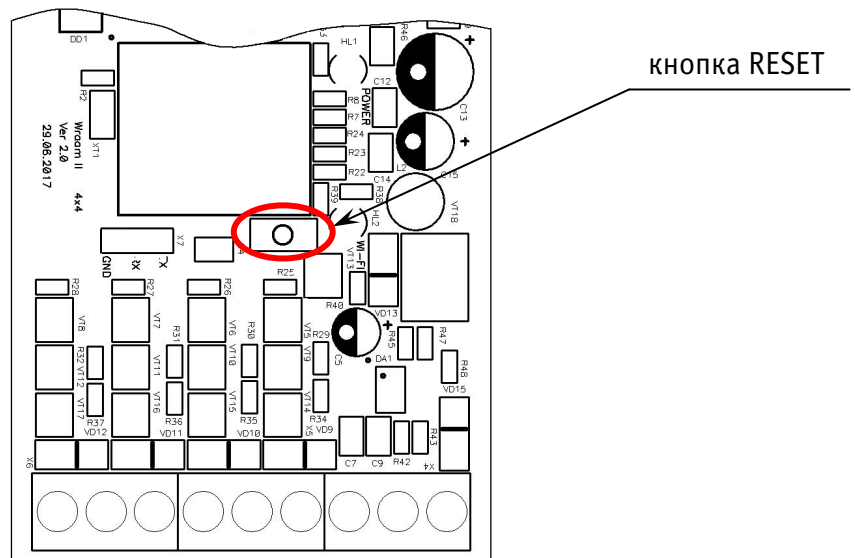

Рисунок 11. Расположение кнопки RESET на плате Устройства
- не отпуская перемычки (пинцета), нажать кнопку RESET (рис. 11), расположенную на плате Устройства;
- после появления часто мигающей индикации (короткая вспышка раз в 1 с) светодиода Wi-Fi (4) удалить перемычку (пинцет).